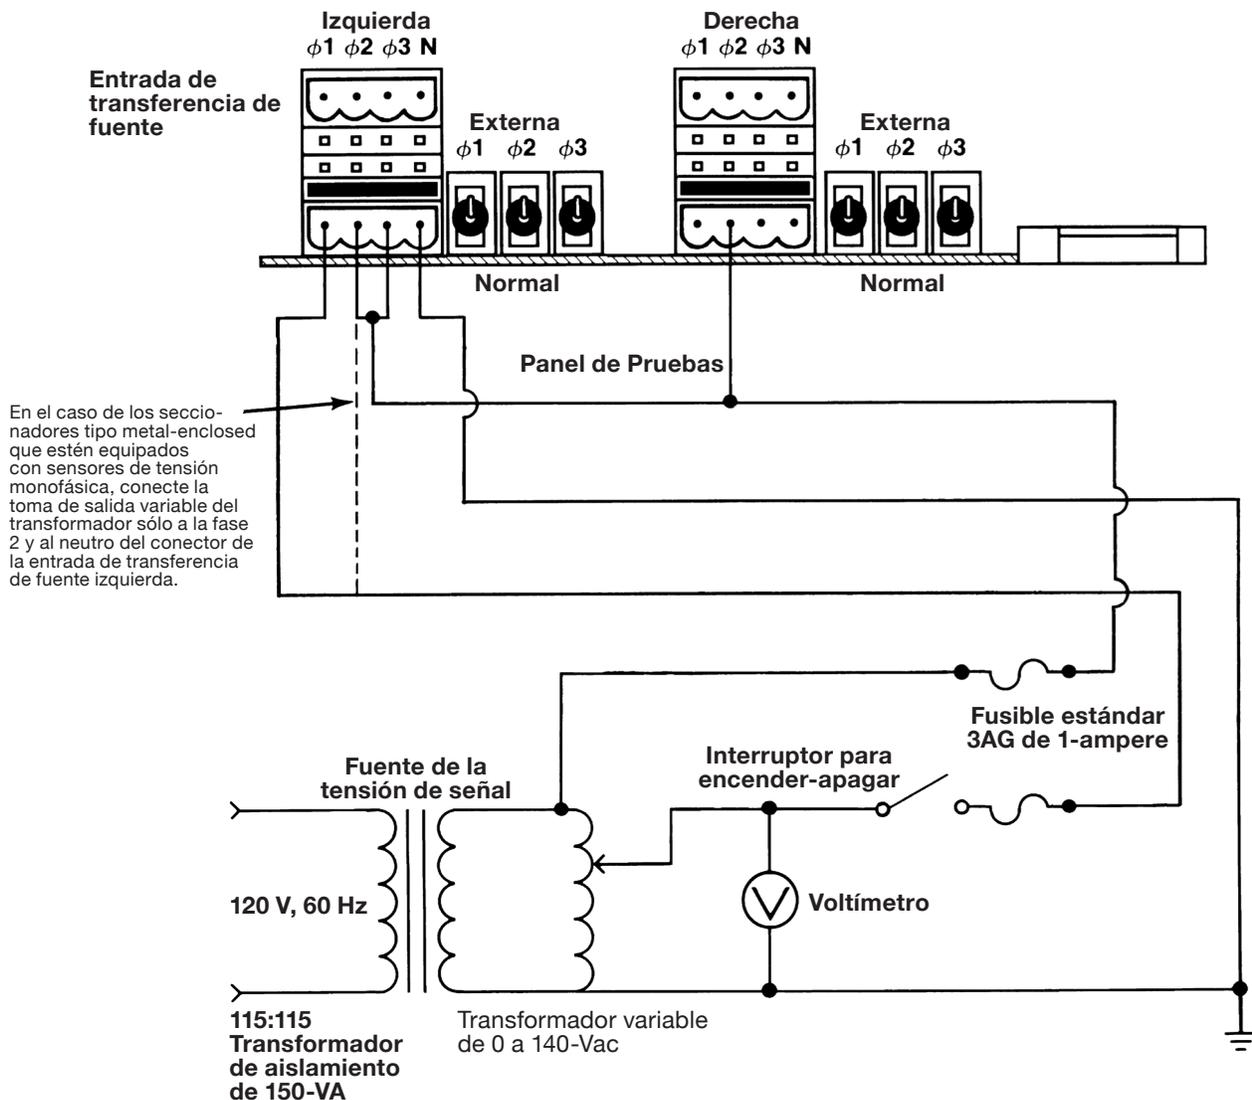

Figura 3. Diagrama de conexión del circuito de prueba fuente monofásica para las aplicaciones en seccionadores con gabinetes tipo metal-enclosed.
Si no hay disponible una fuente de señal de tensión trifásica de 0 1 140-voltios, 60-Hz con cambio de fase variable, establezca las conexiones de los circuitos de prueba monofásicos fuentes según se indica en la Figura 3 de la página 8. Dicho circuito de prueba no se puede utilizar para analizar la operación de la función de detección de desbalance en respuesta a un desbalance de ángulo de fase.
Paso 7 *En el caso de los seccionadores tipo metal-enclosed que se tengan detectores de tensión monofásica:* Establezca las conexiones de los circuitos de prueba fuente monofásicos en la posición de fase 2 y neutro para el conector de entrada de transferencia de fuente izquierdo y en posición de fase 2 para el conector de entrada de transferencia de fuente derecho según se indica en la Figura 3 de la página 8.
Si se utiliza el circuito de prueba de fuente monofásica que se muestra en la Figura 3, repita los Pasos 12 al 16 para la fase 2 y luego para la fase 3. Cuando ingrese tensión de señal a la fase 2, debe desenergizar la fuente de la señal de tensión y los puentes conectores de las fases 1 y 3 del conector de entrada izquierdo de transferencia de fuente (en vez de las fases 2 y 3 según se indica en la Figura 3 de la página 8); luego debe energizar la fuente de la tensión de señal. Cuando ingrese tensión de señal a la fase 3, debe desenergizar la fuente de la tensión de señal y los puentes conectores de las fases 1 y 2 del conector izquierdo de entrada de transferencia de fuente; luego debe energizar la fuente de la tensión de señal.